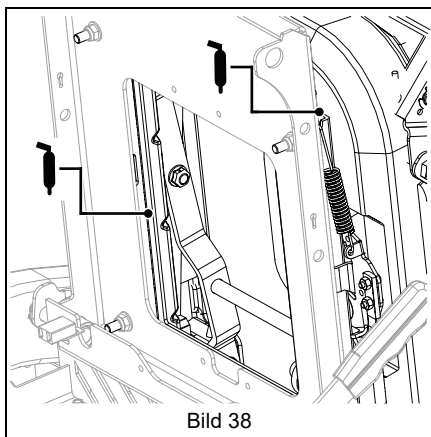

Bild 38
6. Stryk på fett på sätesskenorna genom spåren under sätet. Se Bild 38.